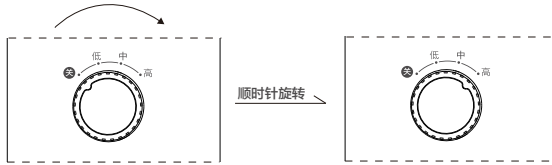

图3
- 2 功率选择：如图3，旋转开关旋钮，选用最大功率“高”档，以迅速加热。当室内达到合适的温度时，旋转开关旋钮，选用较低功率“中”档或“低”档，以降低能耗，防止室内变得过热。